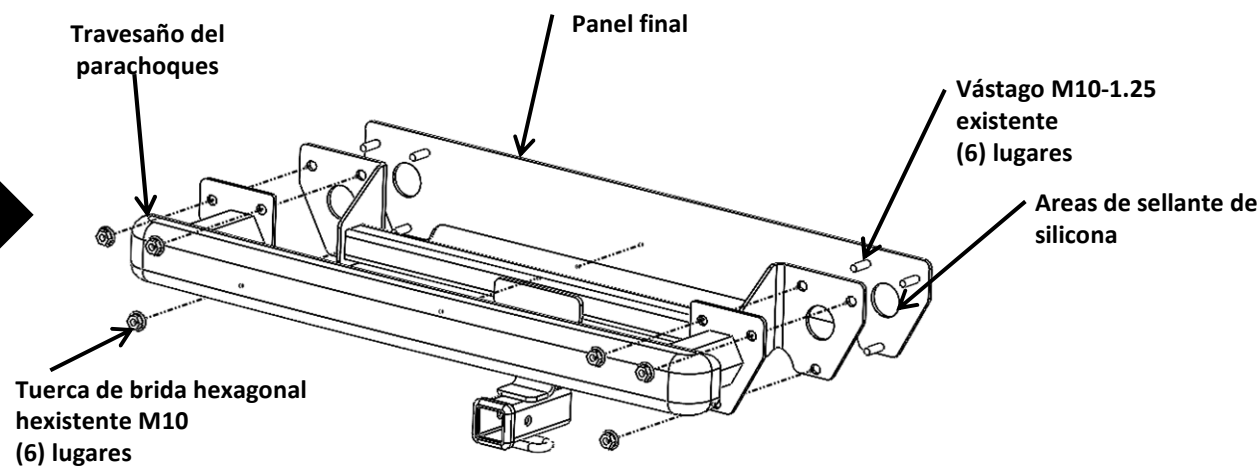

Figura 1
3. **Quitar el travesaño del parachoques:** Quitar la espuma alrededor de la superficie de montaje del travesaño del parachoques. Con un cubo de 15 mm con extensión, quitar (6) tuercas hexagonales con brida M10. Colocar el travesaño del parachoques a un lado. Conservar las tuercas de brida hexagonales M10 para la instalación del enganche. Ver la Figura 1.
3. **Instalar el enganche y el travesaño del parachoques:** Usar sellante de silicona para sellar alrededor de la abertura en el panel final en cada lado. Levantar el enganche y el travesaño del parachoques a su posición alineando los orificios con los vástagos en el panel lateral. **Ver la Figura 1.** Reinstalar sin apretar las (6) tuercas de brida hexagonales M10 existentes en los vástagos en el panel final que se quitaron en el paso 3. **Apretar todos los fijadores M10-1.25 CL8.8 con una llave de torque a 42 Lb.-pies (57 N\*M)**  Se necesita el torque adecuado para mantener el enganche unido firmemente al vehículo durante el remolque.